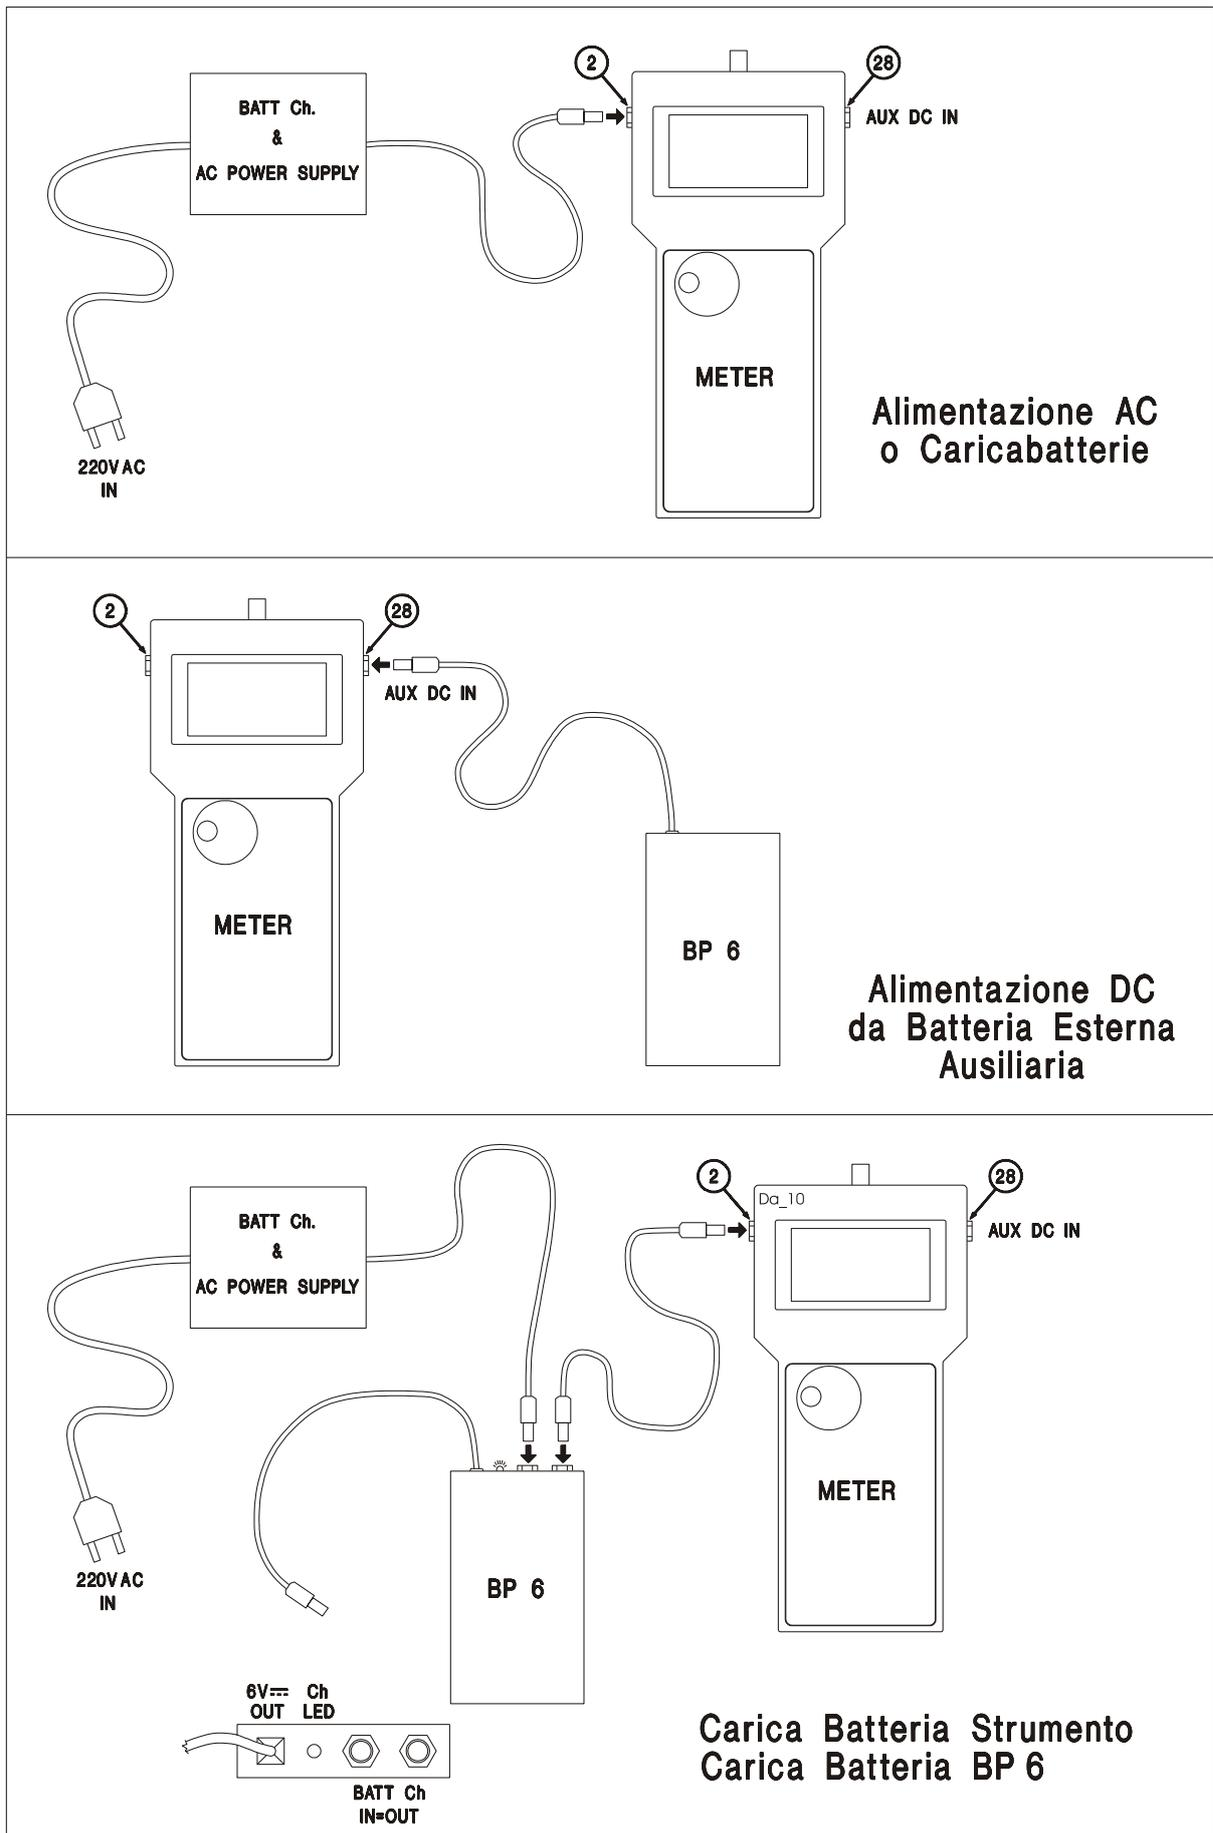

Figura 13 Modalità di alimentazione strumento e ricarica delle batterie con BP6.
In Figura 13 sono mostrati i tre modi tipici di alimentazione strumento e ricarica delle batterie in presenza di BP6.
Come già visto nel Cap. 7, ALIMENTAZIONI, lo strumento può essere alimentato da rete tramite l'alimentatore BCH7.5/3.3 o equivalente (vedi Figura 13 in alto).
Collegare lo spinotto del BP6 alla presa **AUX DC IN (28)** dello strumento (vedi Figura 13 in centro). L'inserimento del BP6 esclude automaticamente la batteria interna.
La batteria del BP6 può essere ricaricata da sola o contemporaneamente a quella interna dello strumento. Per caricare la sola batteria del BP6 collegare lo spinotto d'uscita del BCH 7.5/3.3 alla boccola **BATT IN** del BP6. Per caricare allo stesso tempo la batteria dello strumento collegare (vedi Figura 13 in basso) tramite il cavetto in dotazione l'uscita **Ch OUT** del BP6 alla presa di alimentazione esterna **(2)** dello strumento (le due boccole **BATT IN** e **Ch OUT** sono in parallelo, possono cioè essere scambiate senza problemi).